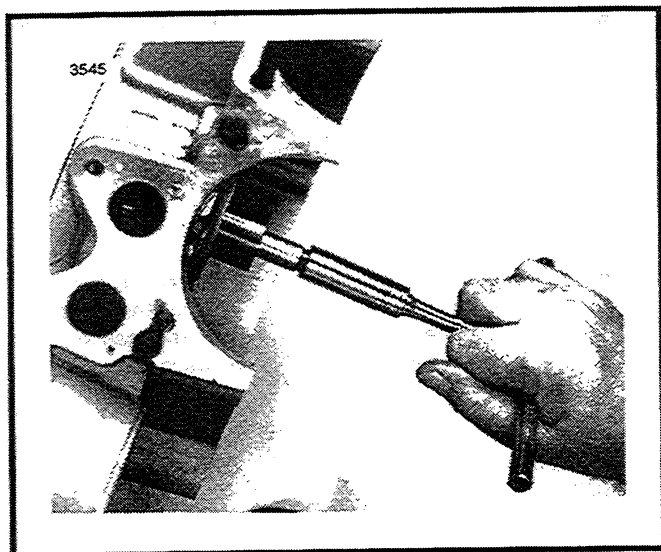

Figure 3-58. Alignement de l'alésage du pignon du vilebrequin
2. Voir Figure 3-58. Placez le GUIDE D'ALESOIR DE BAGUE DE PIGNON DE VILEBREQUIN (Réf. HD-94812-87) dans le roulement à aiguille du demi-carter droit. Placez l'ALESOIR DE BAGUE DE VILEBREQUIN (réf. HD-94812-1) dans le guide.